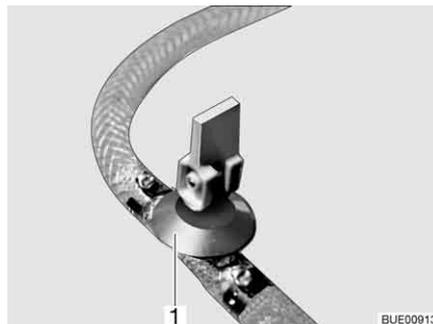
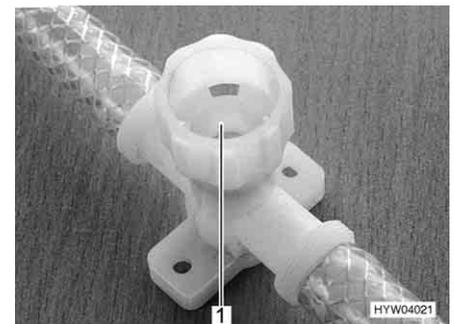

Fig. 169 Llave de desagüe (con balancín)
Fig. 170 Llave de desagüe (con tapa giratoria)
- Cerrar todas las llaves de desagüe. Para esto, poner el balancín de la llave de desagüe (Fig. 169,1) o cerrar la tapa de la llave de desagüe (Fig. 170,1) girándola en el sentido de las agujas del reloj.